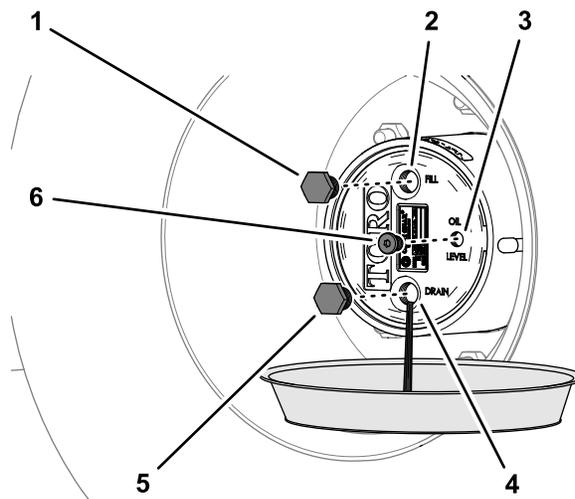

Figura 86
2. Coloque um recipiente de escoamento debaixo do cubo da transmissão da engrenagem planetária, retire o tampão de escoamento, tampão de enchimento e tampão de verificação e deixe o lubrificante drenar completamente (Figura 86).